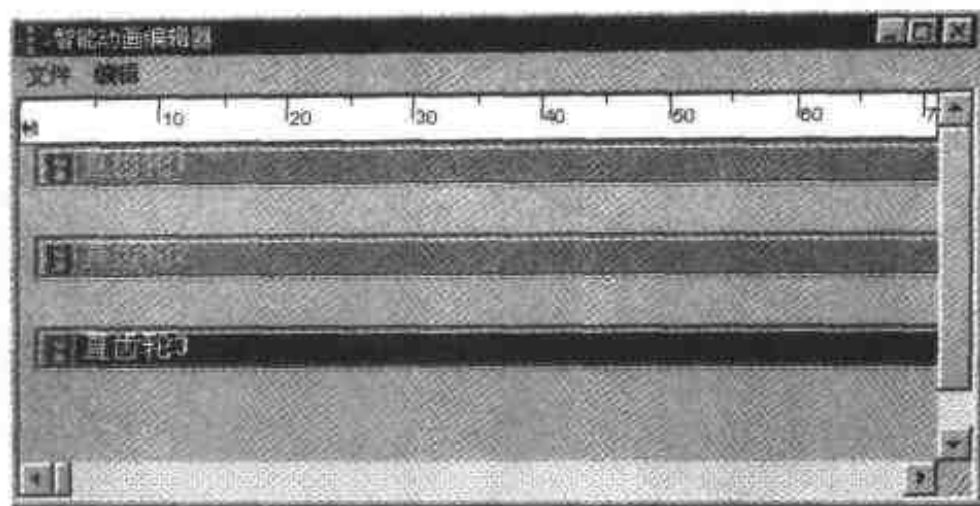
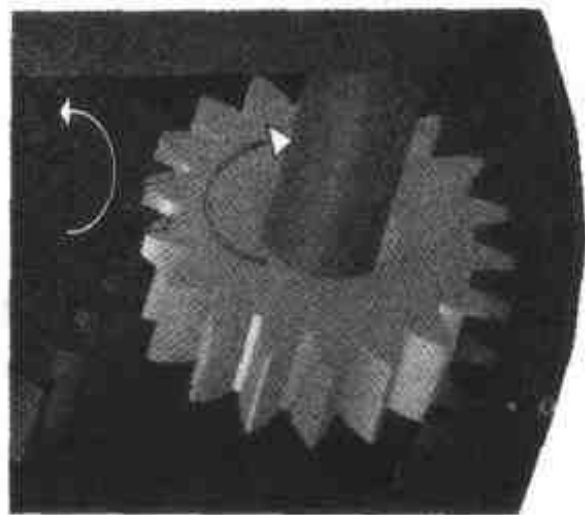

图 5.7 当前的 3 个动画片段
图 5.8 齿轮机构动画
- (1) 在设计树中选择【直齿轮 3】，单击【智能动画】按钮，在弹出的【智能动画向导】对话框中选择运动类型和时间，选择【旋转】单选按钮，在其下拉列表框中选择 around height axis 选项，并设置其值为  $90^{\circ}$ ，持续时间为 12，单击【完成】按钮，就赋予直齿轮 3 旋转动画性能。
- (2) 打开【智能动画编辑器】对话框，可以查看到目前共有 3 个动画片段可以编辑，如图 5.7 所示，如果需要修改动画属性参数，请分别展开这 3 个片段。
- (3) 单击动画【打开】按钮，进入动画播放状态。
- (4) 单击【播放】按钮观察动画效果，结果如图 5.8 所示，3 个齿轮都是定轴旋转，旋转是正好互相咬合，它们的运动方向如箭头所示。